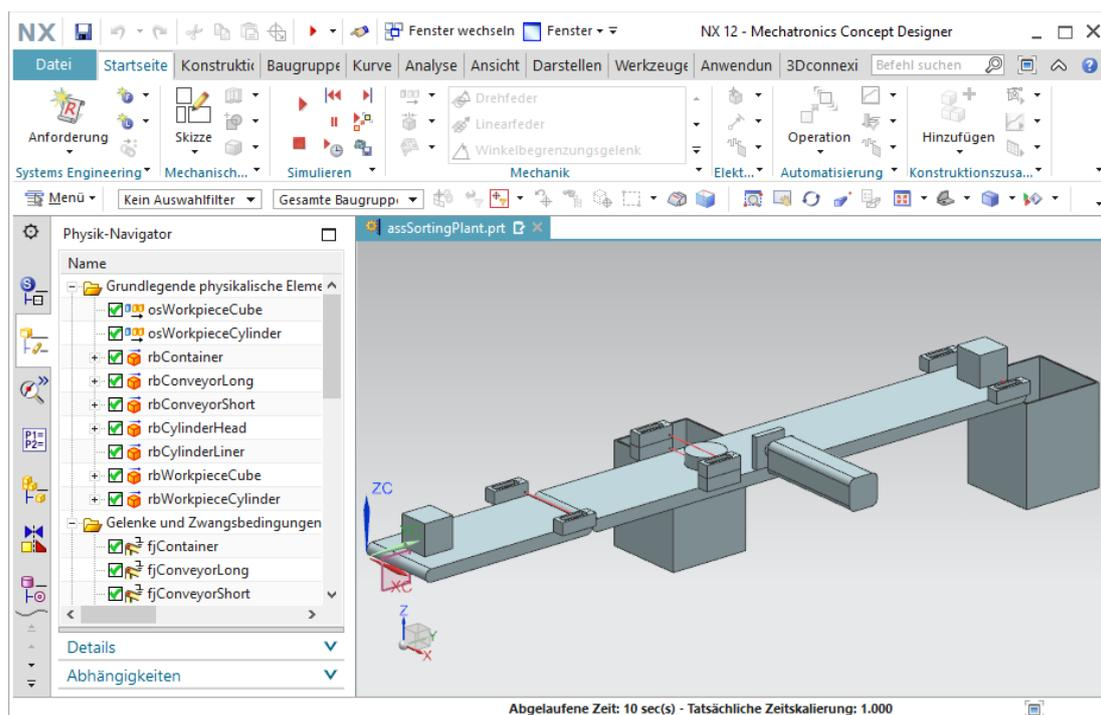

Abbildung 55: Simulation der Objektquellen in MCD
- Testen Sie das Verhalten durch Starten einer Simulation. Vorher sollten Sie jedoch die Geschwindigkeitsregler der Transportbänder zu der Laufzeitüberwachung hinzufügen und dafür sorgen, dass ausschließlich die beiden Regler **"scConveyorShortConstSpeed"** und **"scConveyorLongConstSpeed"** aktiv sind. Stellen Sie zusätzlich über die Laufzeitüberwachung nach Hinzufügen beider Objektquellen sicher, dass diese ebenfalls aktiv sind. Gehen Sie dabei vor, wie in Kapitel 4.3, **"Abschnitt: Hinzufügen & Steuern einer Eigenschaft in der Simulation"** beschrieben. Durch Starten der Simulation, wie in Kapitel 7.1, **"Abschnitt: Starten & Stoppen einer Simulation in MCD"** angegeben, können Sie beobachten, wie in einem Abstand von 5 s jeweils ein anderes Werkstück der Simulation hinzugefügt wird (siehe Abbildung 55).